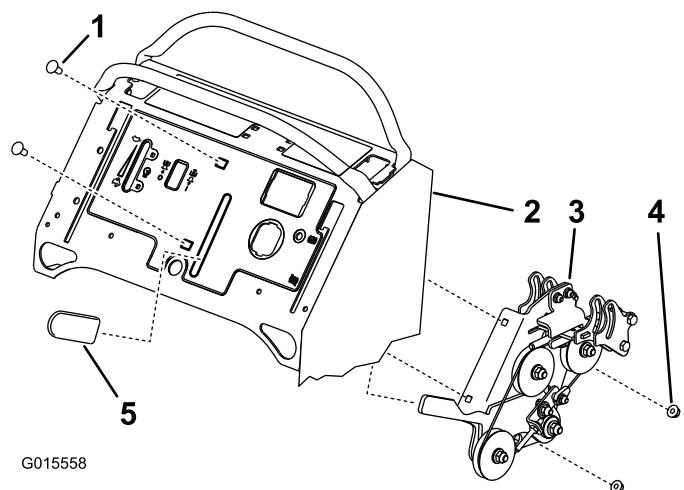

Figura 11
3. Posizionate il gruppo di comando della velocità nella colonna e fissatelo alla medesima con 2 bulloni a testa tonda (5/16 x 1 pollice) e 2 dadi flangiati (5/16 pollice) (Figura 11).
4. Montate l'impugnatura di gomma sulla leva di comando della velocità (Figura 11).